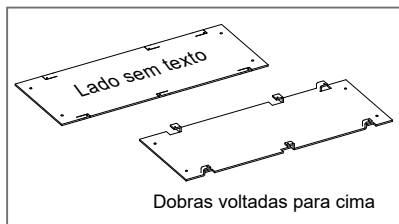

FIG. 14
- Faça as dobras nos locais indicados no gabarito de instalação, certificando-se de que as dobras fiquem voltadas para o lado sem texto (Fig. 14).